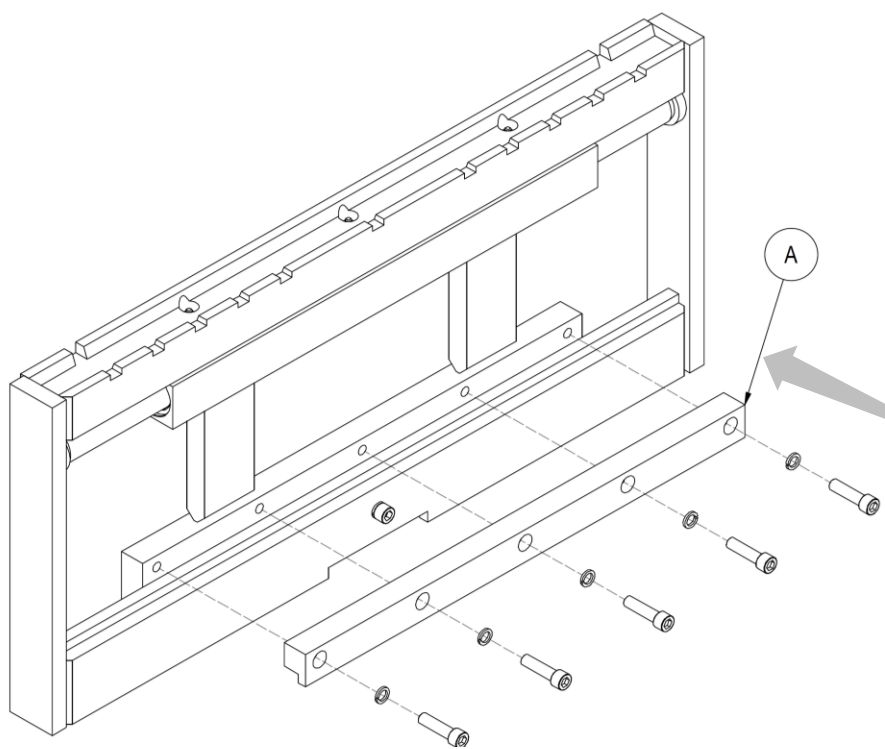

Figura 6
11. Vuelva a colocar el gancho inferior **A** y luego apriete los tornillos que lo sostienen (mira *Figura 6*).